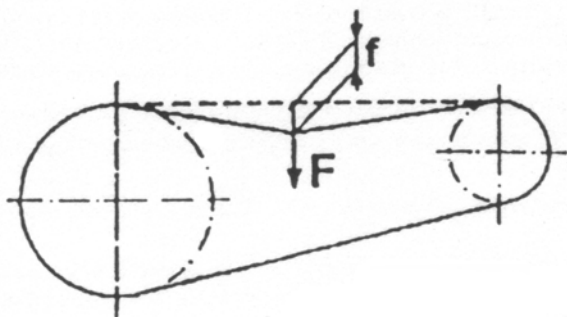

Fig. 4.2
6. Kontrollera remspänningen. Vid ett tryck med en kraft på ca 6 kg (Fig. 4.2-F) mitt på remmen skall remmen tryckas inåt ca 6 mm
(Fig. 4.2-f). Justera om nödvändigt motorns placering tills remspänningen är korrekt.